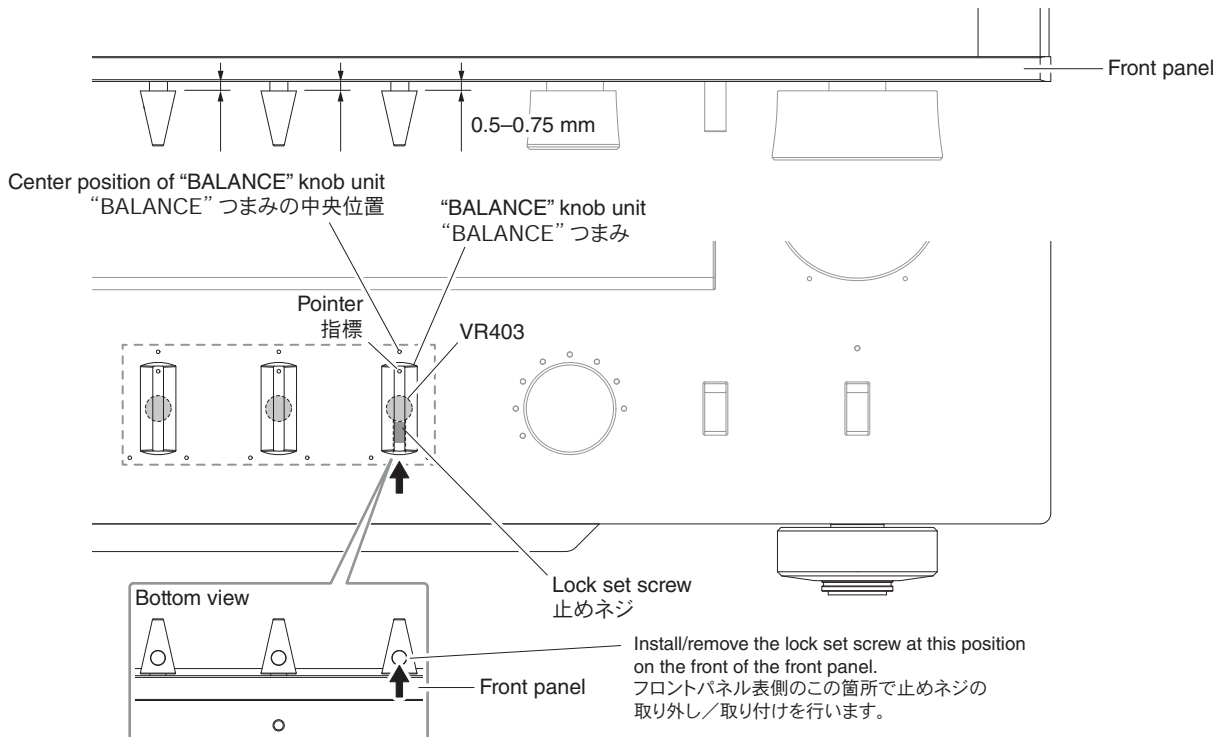

Fig. 5
- a. Turn the BALANCE (VR403) in both directions and set it to the center position. (Fig. 5)
- b. Match the pointer in the BALANCE knob unit with the center position of BALANCE and install it in that state. (Fig. 5)
- c. Keep about 0.5 mm to 0.75 mm clearance from the front panel to BALANCE knob unit. (Fig. 5)
- d. Tighten the lock set screw of the BALANCE knob unit. (Fig. 5)
- a. BALANCE (VR403) を左右に回し、中央の位置に合わせます。(Fig. 5)
- b. BALANCE つまみの指標を BALANCE 中央の位置に合わせ、取り付けます。(Fig. 5)
- c. フロントパネルから BALANCE つまみまで 0.5 ～ 0.75mm 程度隙間をあけます。(Fig. 5)
- d. BALANCE つまみの止めネジを締めます。(Fig. 5)